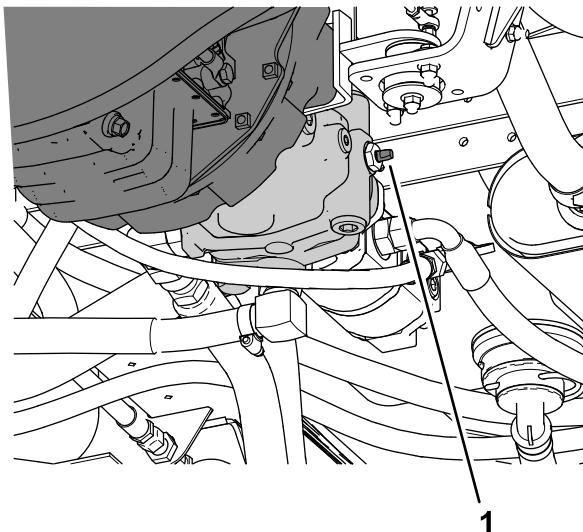

図 60
- 牽引用バイパスバルブ図 60 を左右どちらかに 90°回転させるとバルブが開く。